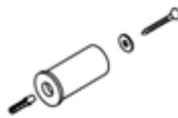

Fig. 2
4. Placer sur la paroi les supports au plus grand diamètre ( $\varnothing$  26) (tel qu'il est montré sur la figure) avec les 4 vis pour les chevilles de 8 mm et les 4 rondelles correspondantes (Fig. 2).